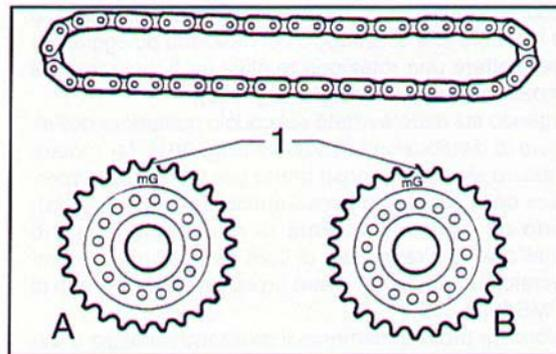

Fig. 304 ▲
- montare le ruote dentate (A) e (B) inserendo i denti (1), corrispondenti alle scritte **mG** (Fig. 304), ciascuno in una maglia interna della catena di trascinamento e alla distanza di cinque maglie esterne (Fig. 305);
- fit the gear wheels (A) and (B) by inserting the teeth (1), marked **mG** (Fig. 304) into an internal link of the timing chain with a distance of 5 links between them (Fig. 305);